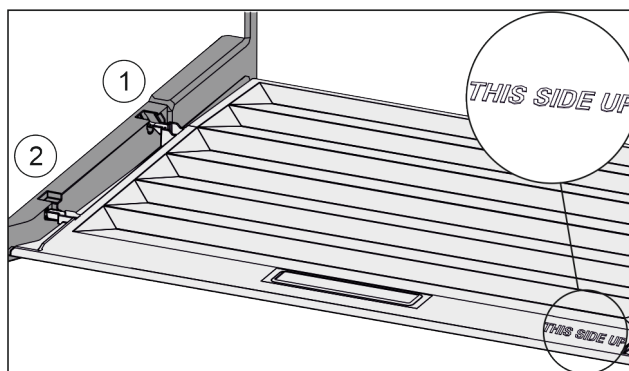

Fig. 129
- Výstupky víka zavedte do zadních držáků Fig. 129 (1) a vpředu zaklesněte do držáku Fig. 129 (2).